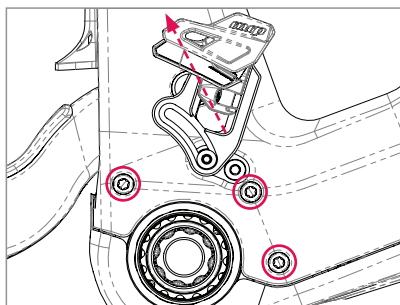

Figure 13
4. Accédez aux six vis de montage du moteur en retirant la vis avant et en desserrant la vis arrière qui fixe le guide-chaîne sur le cadre à l'aide d'une clé hexagonale de 3 mm. Repositionnez le guide-chaîne comme indiqué et serrez doucement la vis arrière juste assez pour le maintenir en place. Cela permet d'accéder à la vis centrale de fixation du moteur sur le côté chaîne du vélo (Fig. 13).